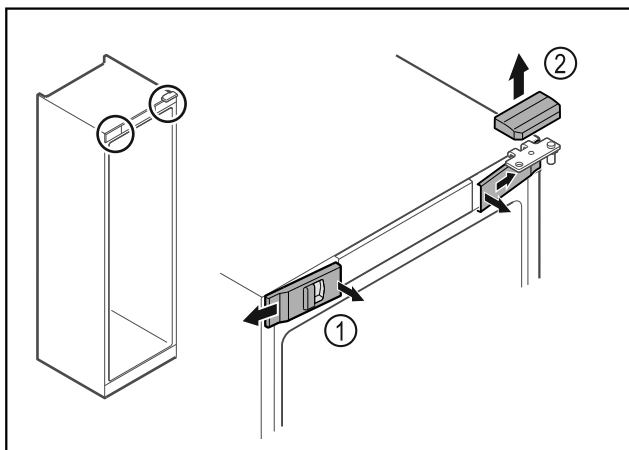

Fig. 16
- 从内侧松开前盖板 Fig. 16 (1)并移到一旁。
- 朝上取下上盖板 Fig. 16 (2)。